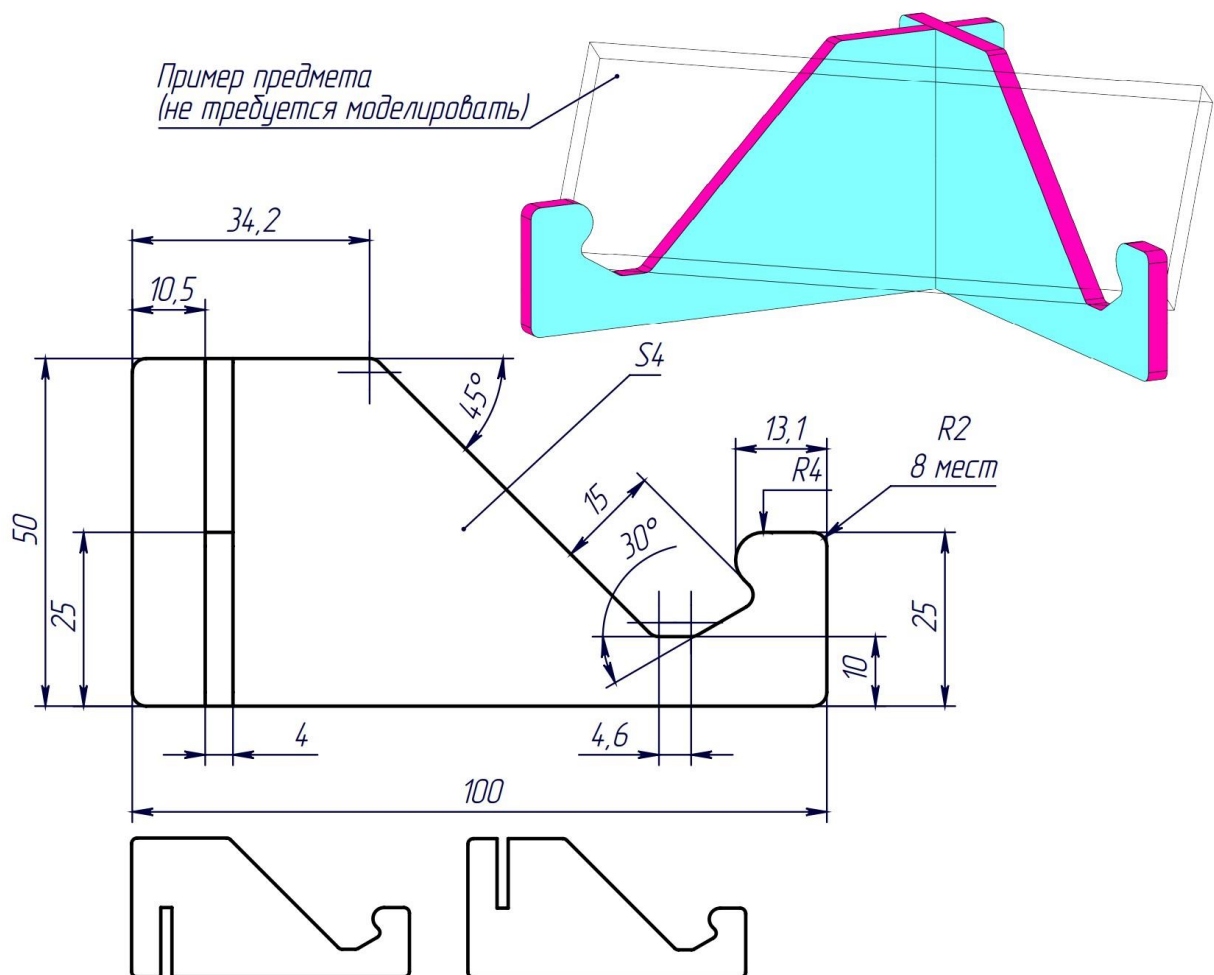

Рисунок 1 – Оригинальная модель изделия «Подставка телефона»
- Необходимо использование метода крестовидного соединения перекрещиванием для сопрягаемых деталей (см. Рисунок 1).
- Место размещения телефона предусматривает толщину устройства не более 15 мм. Высота упора 25 мм (см. Рисунок 1).
- На все углы контура детали нанесены скругления радиусом 2 мм, кроме углов на вырезе соединения и острого выступа к центру (см. Рисунок 1).
- На детали один угол скруглен радиусом 4 мм (см. Рисунок 1).
высота упора 25 мм (см. Рисунок 1).	1 балл (-ов/а)
на все углы контура детали нанесены скругления радиусом 2мм, кроме углов на вырезе соединения и острого выступа к центру (см. Рисунок 1).	1 балл (-ов/а)
на детали один угол скруглен радиусом 4мм (см. Рисунок 1).	1 балл (-ов/а)